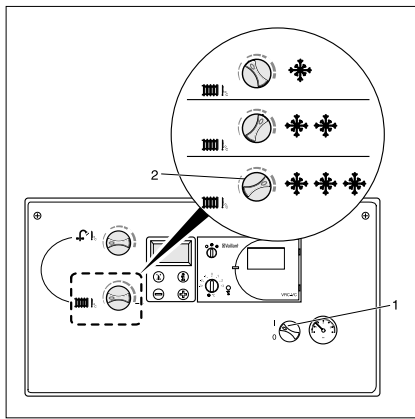

图 4.9 设置采暖供水温度
4.6.1 设置采暖供水温度(参见图 4.9)
- 将电源开关 (1) 调到“T”位置；
- 如果您家中是散热器系统，建议将温度控制旋钮 (2) 设置到需要的位置：